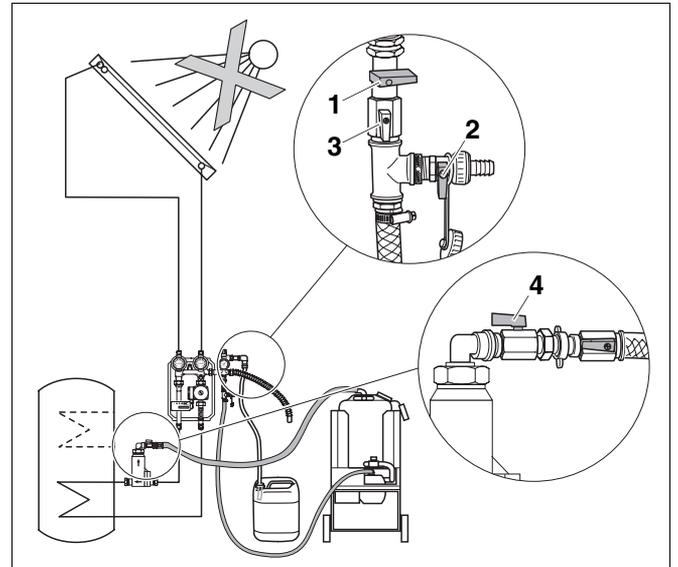

Abb. 16 FE-Hahn am Druckschlauch schließen, FE-Hahn am Luftabscheider öffnen
- Schließen Sie den FE-Hahn (Abb. 16, **Pos. 1**) an der Sicherheitsgruppe und den FE-Hahn (Abb. 16, **Pos. 2**) im Abgang des T-Stückes (am Druckschlauch).
- Öffnen Sie den Kugelhahn zwischen dem T-Stück des Druckschlauches und dem FE-Hahn der Sicherheitsgruppe (Abb. 16, **Pos. 3**).
- Öffnen Sie den FE-Hahn (Abb. 16, **Pos. 4**) am Luftabscheider.